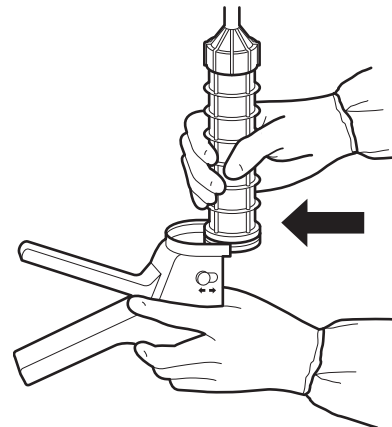

図3
- 注入ノズルをつけた充填済みカートリッジをカートリッジインターフェイスに配置します (図3)。セメントガンを垂直に持ってトリガーを引き、チップに達するまで骨セメントを注入ノズルに充填します。これで骨セメントの注入にセメントガンを使用する準備が完了します。